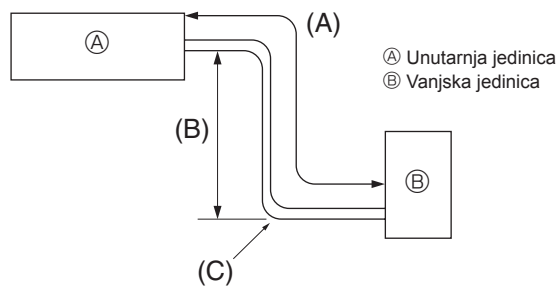

Fig. 5-1
5.1. Cijev rashladnog sredstva (Fig. 5-1)